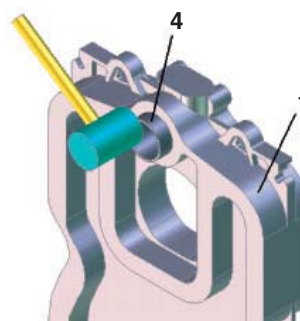

Рис. 4
- 3 Установите двойные конусы (4) в верхнее и нижнее гнездо и закрепите их, постукивая по ним киянкой (рис. 4). На моделях 142 R - 157 R - 172 R, начиная с заднего элемента, первые четыре двойных конуса должны быть длиной 104 мм (4.1) с выступом, обращенным вперед.